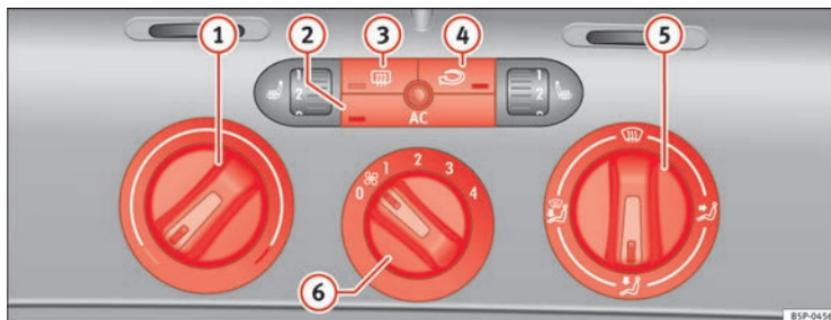

Fig. 109 Mandos del Climatic en el tablero de instrumentos
- Gire el regulador de la temperatura ⇒ fig. 109 ① hacia la derecha hasta alcanzar el grado de calefacción deseado.